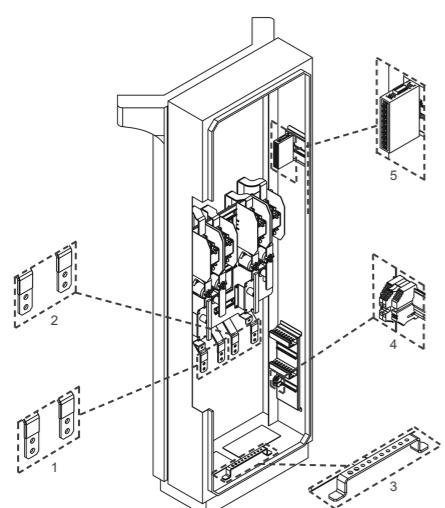

Figura 5.1: Conexões dos cabos de alimentação CC, CA (X1) e aterramento (PE) vindos da Cabine de Potência
A bitola do cabo de aterramento (PE) foi previamente definida durante a instalação da Cabine de Potência. O aterramento do Totem é realizado através da barra de aterramento localizada na parte inferior do Totem, conforme item 3 da Figura 5.1. Conecte primeiro o cabo de aterramento (PE) utilizando terminal olhal, pré-isolado ou de compressão. O torque recomendado de aperto dos parafusos M12 dos terminais olhal é de 84 Nm.
5.1.2 Cabos de Alimentação Corrente Contínua (CC)
Os cabos de alimentação de corrente contínua (CC), previamente definidos durante a instalação da Cabine de Potência, devem ser conectados aos barramentos +1DC/-1DC e +3DC/-3DC, conforme itens 1 e 2 da Figura 5.1, utilizando terminal olhal, pré-isolado ou de compressão. O torque recomendado de aperto dos parafusos M12 dos terminais olhal é de 84 Nm.
- É necessário fazer a conexão dos cabos de corrente contínua (CC) observando-se a polaridade dos terminais positivo e negativo (+/-) de acordo com a placa de identificação presente na Cabine de Potência e nos Totens.
5.1.3 Cabos Fonte de Alimentação Auxiliar (CA)
A alimentação de comando em corrente alternada (CA) do Totem, é feita através dos bornes "X1", X1:1 e X1:2, conforme item 4 da Figura 5.1. As bitolas dos cabos de alimentação de corrente alternada (CA) foram previamente definidas durante a instalação da Cabine de Potência. A tensão de alimentação 220VCA 50/60 Hz, é fornecida pela Cabine de Potência. O Totem possui um disjuntor de proteção (16 A) "Q1", exclusivo para o circuito de alimentação CA.
A conexão do cabo Ethernet da Cabine de Potência para o Totem é feita através do switch Ethernet SW localizado no lado superior direito do Totem com acesso através da porta frontal, conforme item 5 da Figura 5.1. O conector RJ45 do switch segue o padrão Fast Ethernet 100BASE-TX, utilizando dois (02) pares de cabos para transmissão e recepção de dados. Passe o cabo Ethernet RJ45 pelo eletróduto junto a base do Totem até a porta de número 1, disponível no switch. Utilizar cabo padrão Ethernet, 100 Base-TX (Fast Ethernet), CAT 5e ou superior, com comprimento máximo de 100 metros (100 m). Para evitar interferência na comunicação, os cabos de potência deverão estar separados, o mais distante possível, do cabo de comunicação Ethernet.